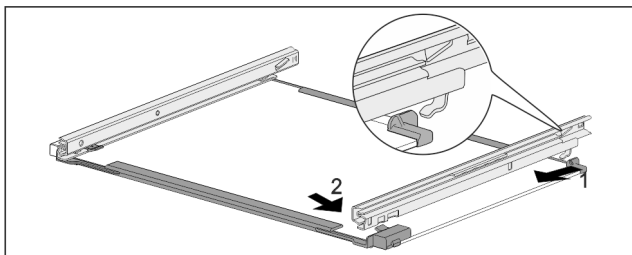

Fig. 78 Стъклена плоча с релси
- ▶ Закачете релсата отзад. Fig. 78 (1)
- ▶ Фиксирайте релсата отпред. Fig. 78 (2)